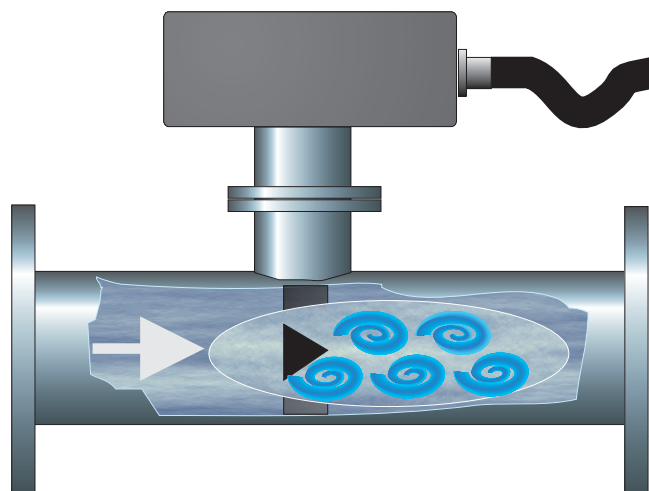

Рис. 1. Принцип работы расходомера-счетчика
**Н**аучно-производственное предприятие «Флоу-Спектр» разрабатывает и производит расходомеры-счетчики количества жидкости и теплоты ТАРАН-Т. Первичные преобразователи расхода — вихревые. Принцип работы таких расходомеров заключается в следующем. Если в поток жидкости (или газа) поместить некое тело обтекания (турбулизатор), например цилиндр или треугольную призму, то в определенном диапазоне скоростей жидкости за ним образуются вихри, которые отрываются от турбулизатора и образуют вихревую дорожку (рис. 1). При этом вихри следуют друг за другом в шахматном порядке. Частота вихреобразования прямо пропорциональна скорости жидкости. Если тем или иным способом преобразовать пульсации скорости или давления в некоторой точке за телом обтекания в электрический сигнал, то, измеряя его частоту, можно на основании градуировки однозначно определить скорость жидкости, а значит, и ее расход в единицу времени. Принципиальными здесь являются как форма и размер турбулизатора, так и способ преобразования пульсаций жидкости в электрический сигнал. Что касается гео-